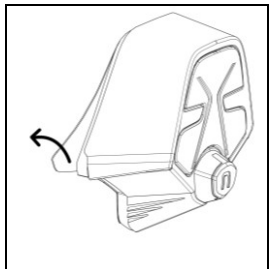

Fig. 4
- Fjern den beskyttende filmen fra den dobbeltsidige teipen (Fig. 4).